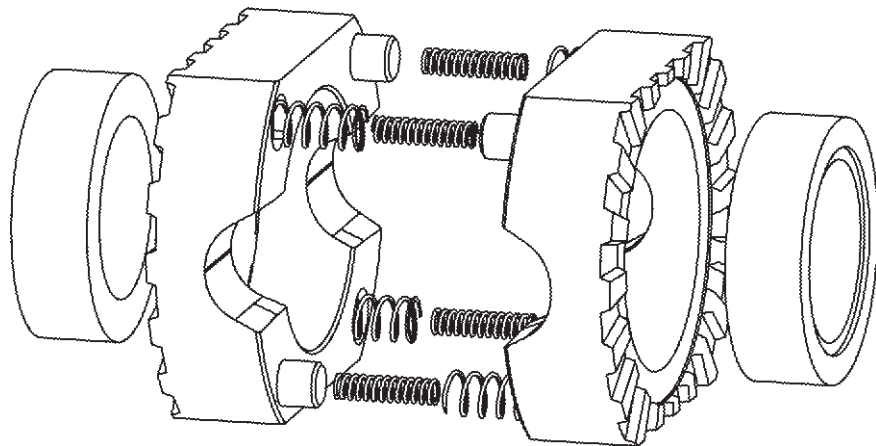

рис. 3
8. В каждую из распорных муфт [3] поместите дистанционные кольца [2]. Сориентируйте дистанционные кольца таким образом, чтобы проточки на них в дальнейшем были обращены к полуосевым муфтам [1]. рис.3